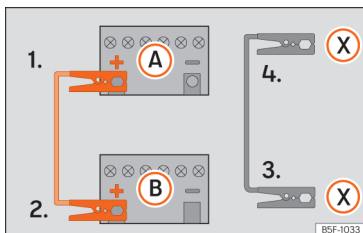

Abb. 210 Anschlussschema für Fahrzeuge mit Start-Stopp-System.
klemmen **1 > 2 > 3 > 4** » (Abb. 210).
Fahrzeuge mit Start-Stopp-System: Klemmen Sie ein Ende des schwarzen Starthilfekabels (X) an einen geeigneten Masseanschluss, ein massives, fest mit dem Motorblock verschraubtes Metallteil oder an den Motorblock selbst » (Abb. 210).
5. Klemmen Sie das andere Ende des schwarzen Starthilfekabels (X) im Fahrzeug mit der entladenen Batterie an ein mit dem Motorblock verschraubtes, massives Metallteil oder an den Motorblock selbst, aber so weit wie möglich von der Batterie A entfernt an.